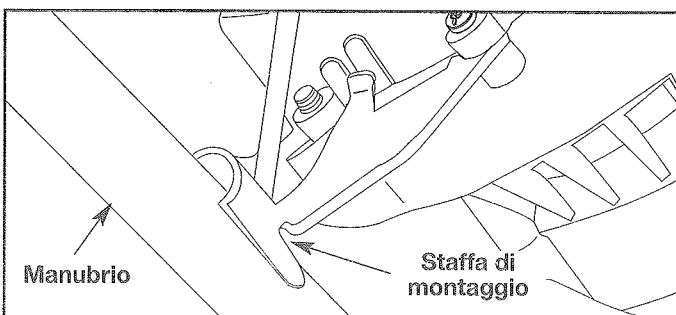

Fig. 5
4. Posizionare le due ganasce del manubrio ciascuna su un lato contrapposto, in prossimità della parte superiore del manubrio. Far oscillare il manubrio fino a quando non si sistema esternamente rispetto alle due staffe di montaggio del motore (fig. 5).